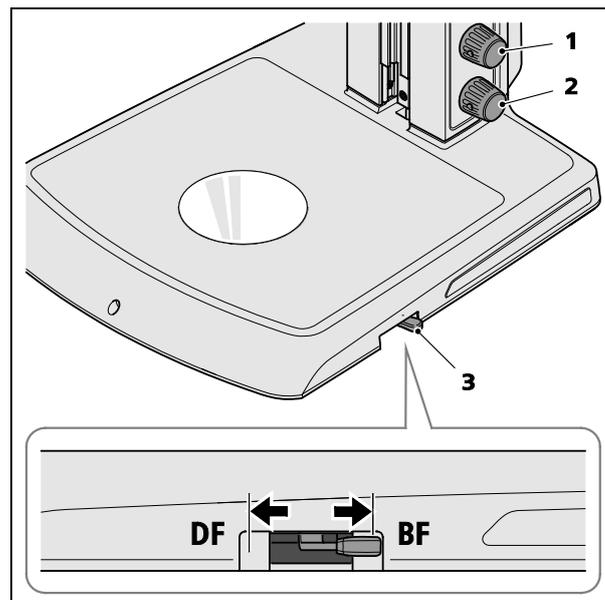

図 4 透過光モジュールの操作
- 下側の回転ボタン (図 4/2) を押して透過光照明をオンにし、回して強度を調整します。
- レバー (図 4/3) を動かして、明視野ライト (BF) と全面の暗視野ライト (DF) を切り替えます。
上側の照明ボタン (図 4/1) を押す/回すことにより、調整済み透過光に入射光を追加することができます。